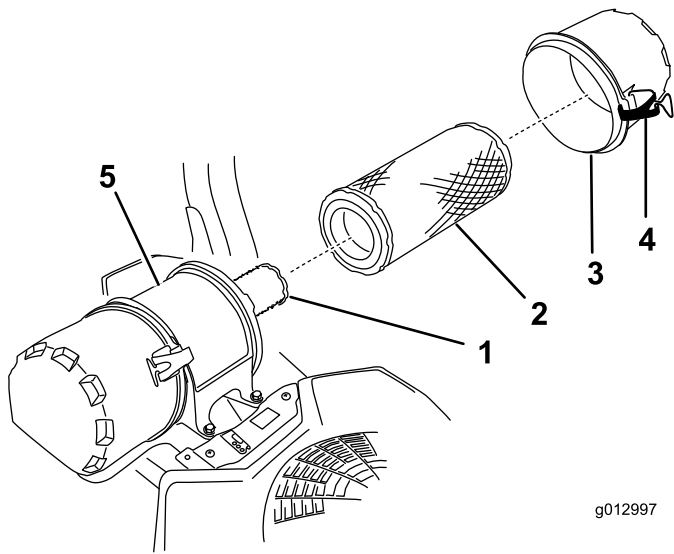

Figura 55
6. Abra los cierres del limpiador de aire y tire de la tapa de la entrada de aire para separarla del cuerpo del limpiador de aire (Figura 55).
8. Extraiga con cuidado el filtro primario de la carcasa del limpiador de aire (Figura 55).
- Si va a cambiar el filtro de seguridad, deslícelo cuidadosamente en el cuerpo del filtro (Figura 55).
- Deslice cuidadosamente el filtro primario por encima del filtro de seguridad (Figura 55).
- Instale la tapa del limpiador de aire y fije los cierres (Figura 55).